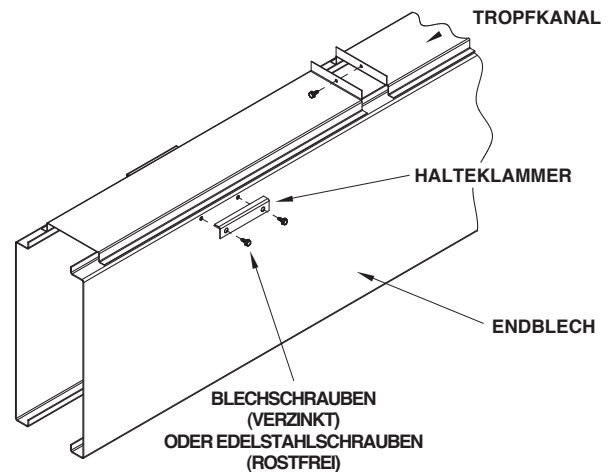

Abb. 7 – Montage des Tropfkanals
8. Legen Sie den Tropfkanal über die angrenzenden Flansche der Wannensektion. Eine durchgehende Verbindung schaffen Sie, indem Sie selbstschneidende 5/16" (8 mm) Schrauben durch das Tropfkanalende mit dem größeren Bohrloch in das Tropfkanalende mit dem kleineren Bohrloch drehen. Bei Edelstahlkonstruktionen erfolgt die Befestigung mithilfe von 1/4" (6 mm) Schrauben, welche durch die Halteklammern in eine in der Endplatte befestigten Messing-Nietmutter geschraubt wird (siehe Abb. 7).